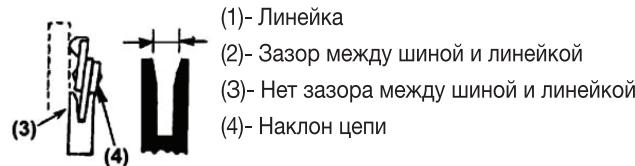

Рис.14
Направляющая шина всегда должна быть прямоугольной. Проверяйте шину на наличие износа. Проверяйте шину и внешнюю сторону зуба линейкой(1) см.рис. 14. Если между ними есть зазор (2), направляющая нормальна. В ином случае (3) она изношена. Такую шину нужно корректировать или заменять.